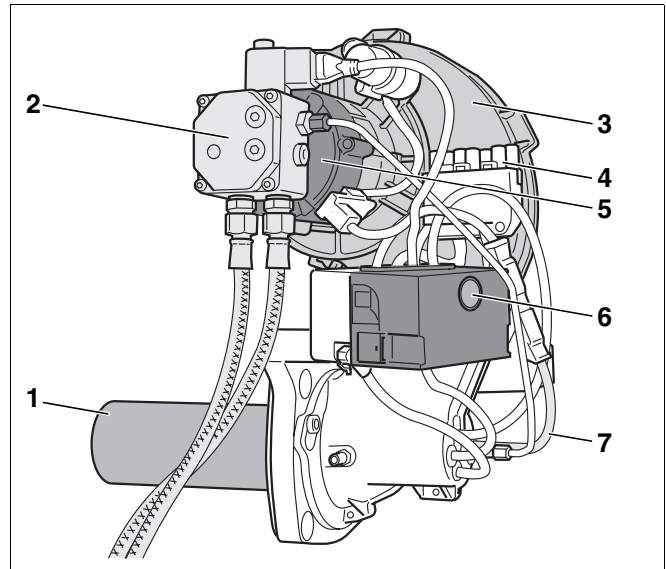
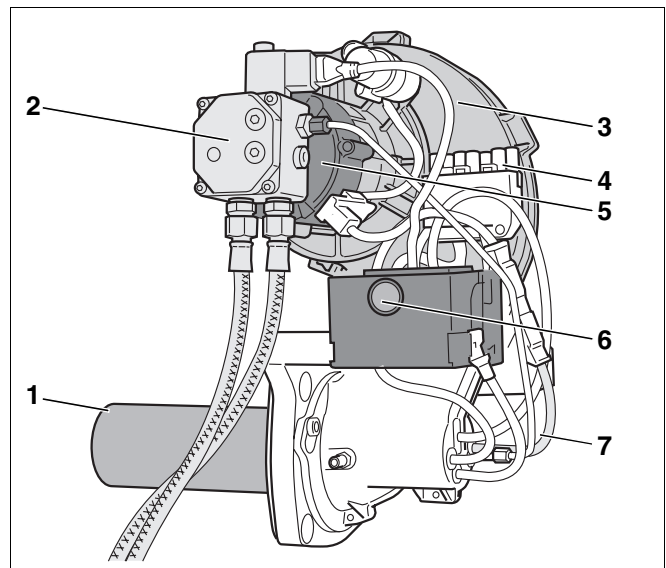

Abb. 1 Brenner Logatop BE 1
Abb. 2 Brenner Logatop BE 2
- Brennerrohr (Abb. 1 und Abb. 2, **Pos. 1**)
- Ölpumpe mit Magnetventil und Ölanschlussschläuchen (Abb. 1 und Abb. 2, **Pos. 2**)
- Brennergehäuse (Abb. 1 und Abb. 2, **Pos. 3**)
- Brenneranschluss für 7-poligen-Brennerstecker (Abb. 1 und Abb. 2, **Pos. 4**)
- Brennermotor (Abb. 1 und Abb. 2, **Pos. 5**)
- Ölfeuerungsautomat mit Entstörtaster (Abb. 1 und Abb. 2, **Pos. 6**)
- Flammenfühler (Abb. 1 und Abb. 2, **Pos. 7**)
Der Brenner (Abb. 1 oder Abb. 2) ist über eine Steckverbindung (7-poliger-Brennerstecker) mit dem Regelgerät fertig verdrahtet.
Legende für Abb. 1 und Abb. 2: